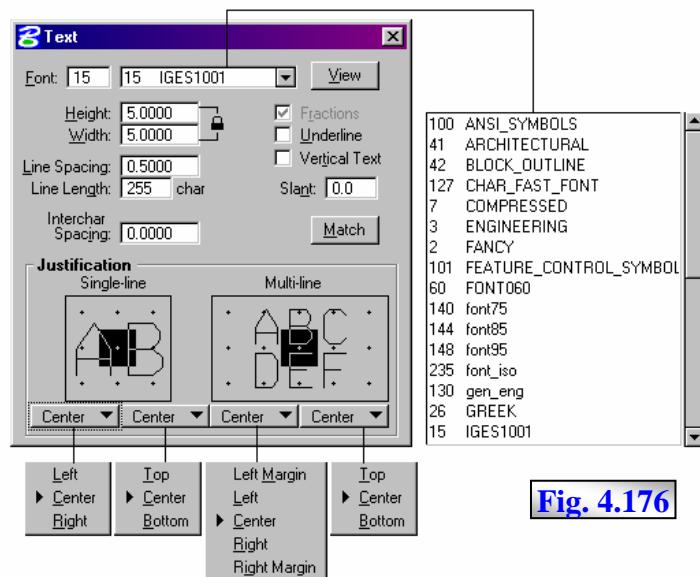
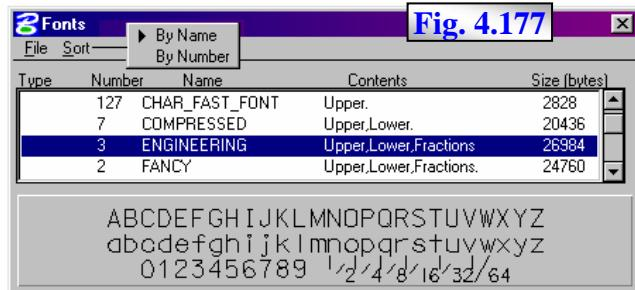

Fig. 4.176
Fig. 4.177
MS permite specificarea atributelor elementelor textuale, caracteristici care vor fi preluate de orice comandă specializată în operarea cu aceste elemente. Specificarea valorilor acestor atribute se realizează prin intermediul ferestrei **Text**, activate din meniul MS în succesiunea **Element → Text**, fig. 4.176. Aceste atribute devin atribute curente, indiferent că modificarea valorii atributelor s-a făcut prin fereastra specializată **Text** sau prin controalele specializate existente în casetele de dialog ale comenziilor ce operează cu elemente textuale.
- butonul **View** – permite activarea ferestrei **Fonts**, fig. 4.177, care permite actualizarea font-urilor utilizate de MS și specificarea unui font ca activ;
- **Fractions** - activarea acestui control provoacă afișarea caracterelor individuale numerice separate prin “/” să fie afișate în format de fracție, exemplu $\frac{1}{2}$, în caz contrar fiind scrise linear, exemplu 1/2; unele font-uri nu admit fractionare; acest atribut poate fi verificat în zona inferioară ce exemplifică caracteristicile fontului, fig. 4.177;
Vizualizarea font-urilor existente și specificarea unui font ca activ se poate face din fereastra **FONTs**, fig. 4.177, activabilă prin butonul **View** al ferestrei **Text**, fig. 4.176. Această fereastră este împărțită în două zone: zona superioară conține lista font-urilor curent instalate, iar la poziționarea cursorului pe oricare din aceste font-uri, zona inferioară exemplifică caracteristicile acestuia. Activarea fontului curent selectat ca **Active Font** se face prin CS pe zona inferioară. Fereastra **FONTs** dispune de un meniu, cu două opțiuni: